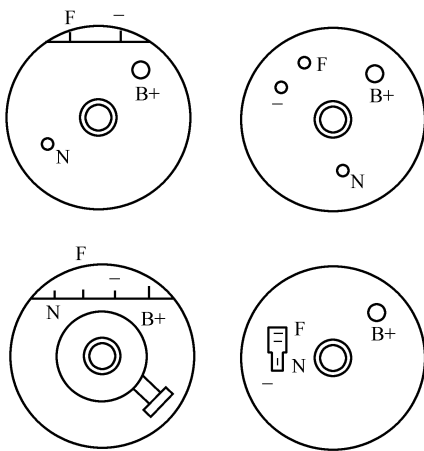

图 3-52 发电机接线端子布置
(2) 接线端子 发电机接线端子的布置因制造厂和产品型号不同而有所不同，几种常见的发电机接线端子布置如图 3-52 所示。